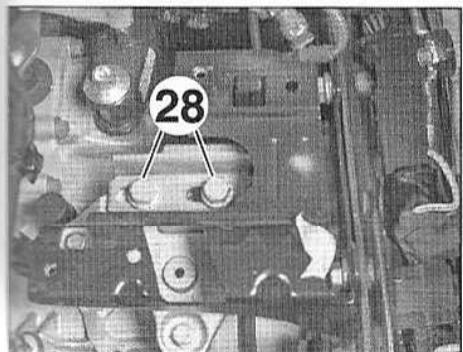

FIG.14
- Déposer les 2 vis (28) (Fig.14).